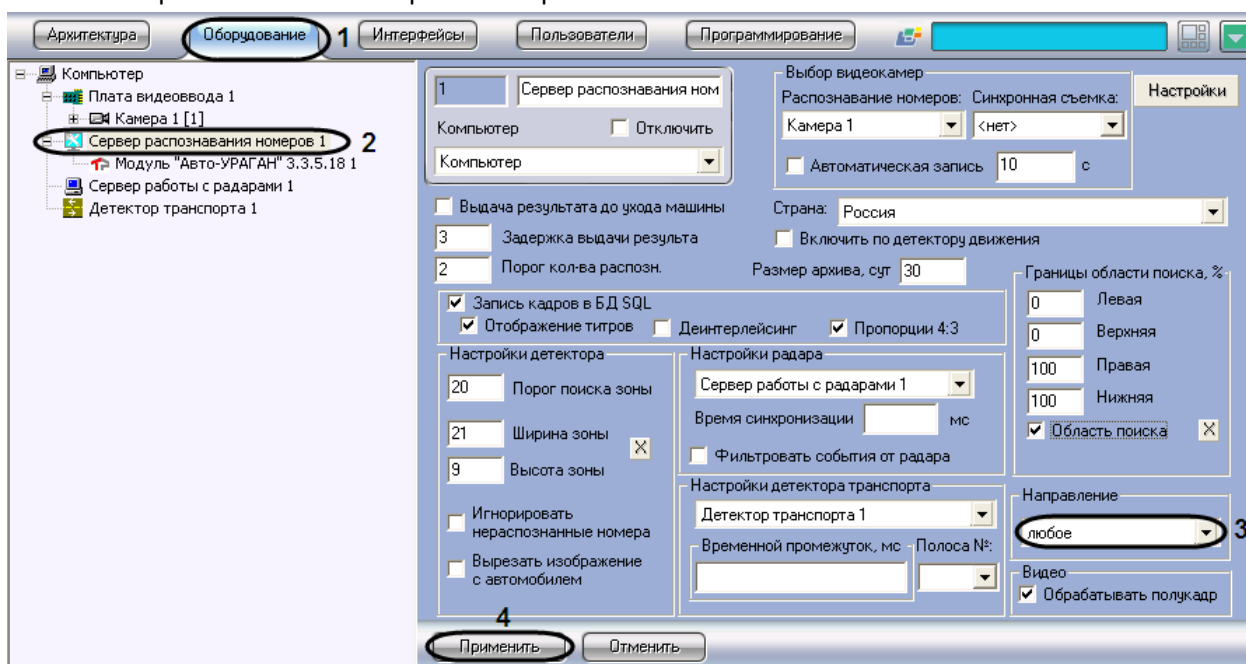

Рис. 7.2—25. Выбор направления движения транспорта для распознавания номерных знаков
1. В диалоговом окне «Настройка системы» перейти на вкладку «Оборудование» (см. Рис. 7.2—25, 1).
2. В дереве объектов на вкладке «Оборудование» выбрать объект «Сервер распознавания номеров», соответствующий активированному программному модулю «Авто-УРАГАН 3.5.0.29» (см. раздел «Активация программного модуля, используемого для распознавания номеров», Рис. 7.2—25, 2). В правой части вкладки «Оборудование» отобразится панель настройки выбранного объекта.
3. Выбрать из списка направление движения транспорта относительно видеокамеры, в котором требуется вести распознавание номеров (см. Рис. 7.2—25, 3).
4. Нажать кнопку «Применить» (см. Рис. 7.2—25, 4).